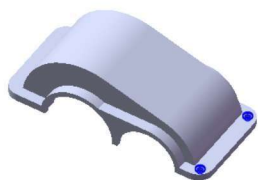
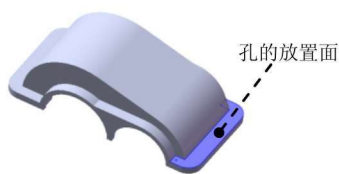

图 1.14 孔 1
图 1.15 定义孔的放置面
Step9. 创建图 1.14 所示的孔。
(1) 定义孔的参数。在 **实体** 区域中单击 按钮，单击 按钮，系统弹出“孔选项”对话框，在该对话框中选择“沉头孔”选项 ，在“标称直径” **10 mm** 下拉列表中选择 9，在“沉头直径” **15.00 mm** 下拉列表中输入值 18，在“沉头深度” **9.00 mm** 下拉列表中输入值 3，选中 ☒ **螺纹(R)** 复选框，并在其下拉列表中选择 **M8** 选项，在 **子类型** 下拉列表中选择 **标准螺纹** 选项，选中 ☒ **至孔全长(X)** 单选项，在 **孔范围** 区域选择延伸类型为 ，单击 **确定** 按钮。完成孔参数的设置。
(2) 定义孔的放置面。选取图 1.15 所示的表面为孔的放置面，在模型表面单击完成孔的放置。